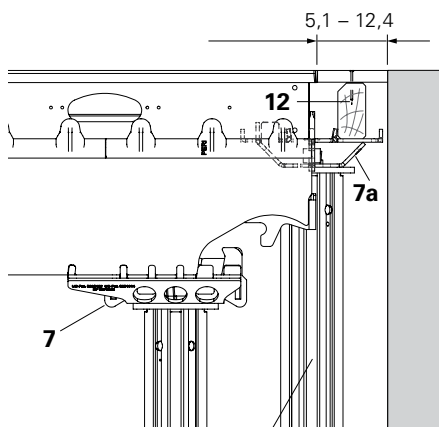

Fig. A5.24
1. Colocar a viga principal SLT (2) no prumo com cabeçal de borde SCK (7) ou cabeçal de apoio SSK (6).
3. Colocar a compensação em madeira SPH (12) ou a viga de extremidade SRT-2 (9).
4. Colocar o forro e fixar em posição com pregos. (Fig. A5.24 + A5.25)